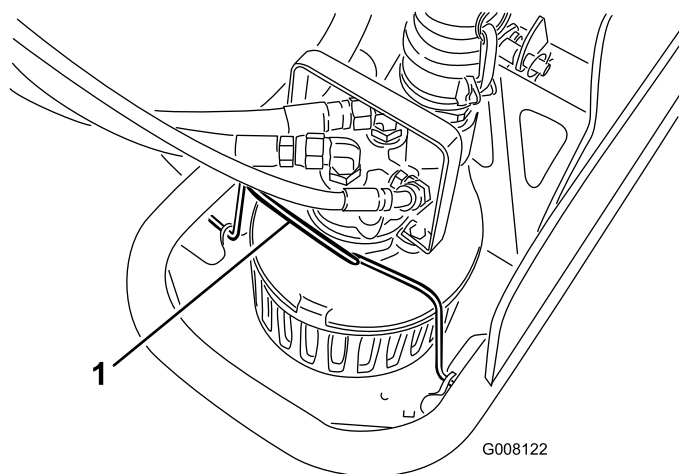

Figura 14
4. Ruotate in avanti la fascetta di fermo della pompa (Figura 14).
14. Ruotate all'indietro la fascetta di fermo posizionata sulla pompa (Figura 14).